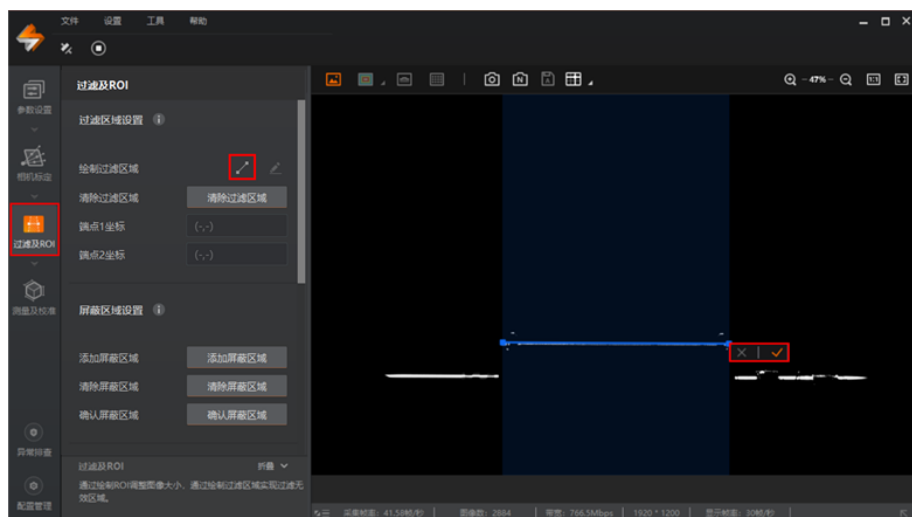

图3-24 绘制过滤区域
2. 在客户端左侧的相机配置栏中选择“过滤及 ROI”，在“过滤区域设置”中单击  绘制，可在图像上绘制两个点框定过滤区域。完成后，单击  即可，如图3-24所示。